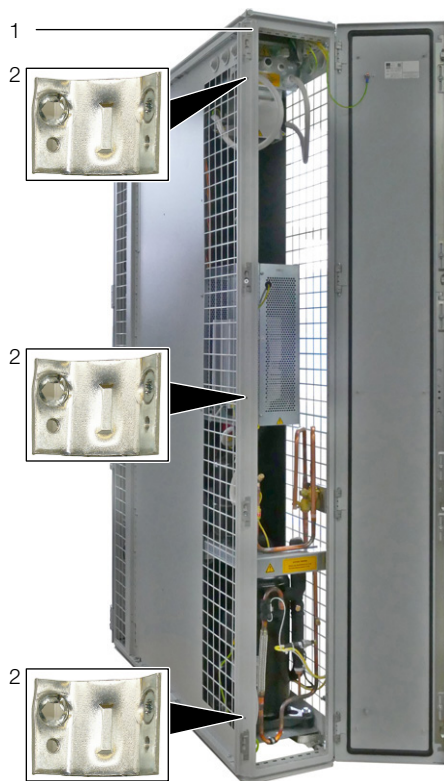

Abb. 13: Rückseite
- Befestigen Sie je drei Anreihverbinder (Abb. 13, Pos. 2) mit den zugehörigen Befestigungsschrauben an den vorgesehenen Befestigungspunkten in den Montageleisten auf der Vorder- und Rückseite des LCP DX (Abb. 13, Pos. 1).